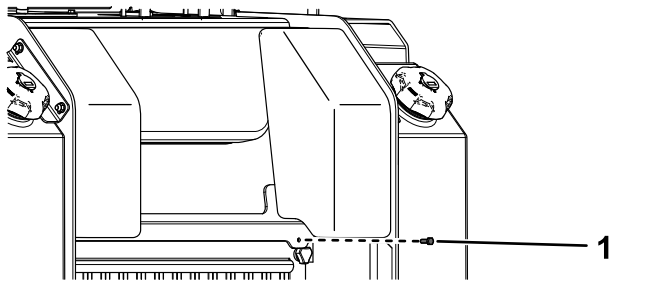

Figura 36
1. Retire el seguro (Figura 36).